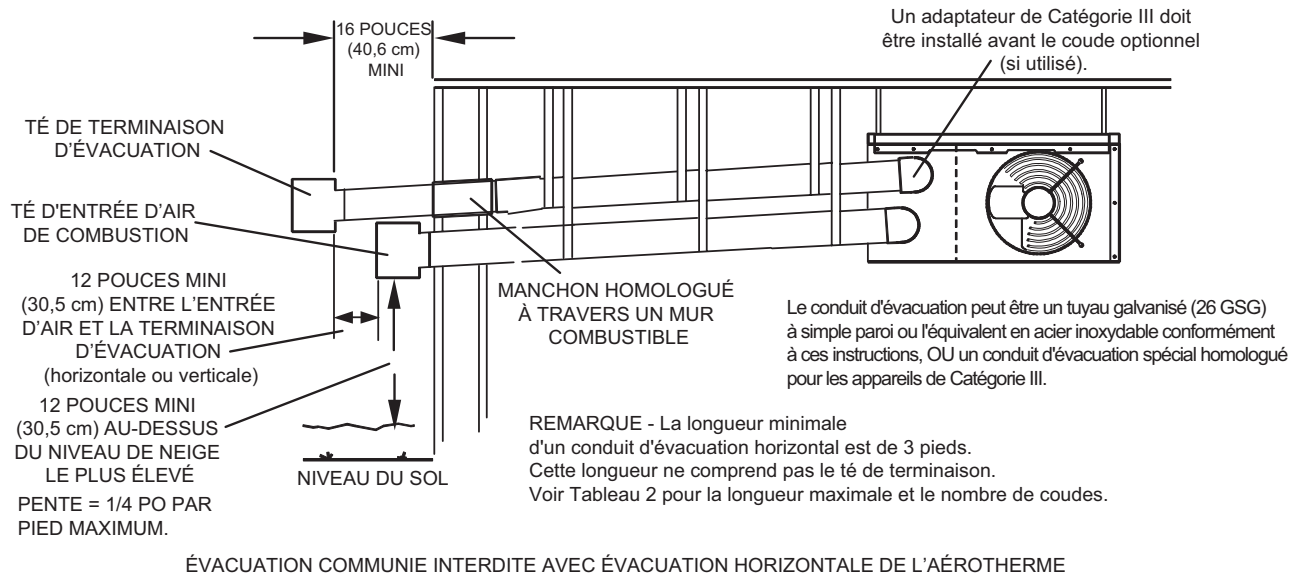

FIGURE 7
- 18 - Choisir un point de traversée du mur permettant une pente positive de ¼ po par pied de tronçon horizontal du conduit d'évacuation. Dans les zones où les autorités compétentes le permettent, une pente négative de ¼ po par pied maximum est également acceptable. Le condensat peut être drainé dans un té de tuyauterie (Figure 6) avec une boucle de drainage similaire à celle utilisée pour une évacuation à pente positive, ou peut s'égoutter à travers la terminaison du conduit d'évacuation si les autorités compétentes le permettent (Figure 7).